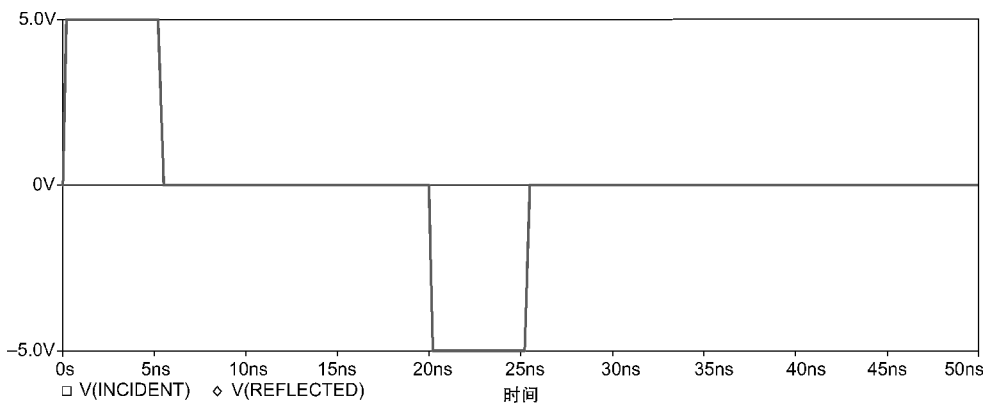
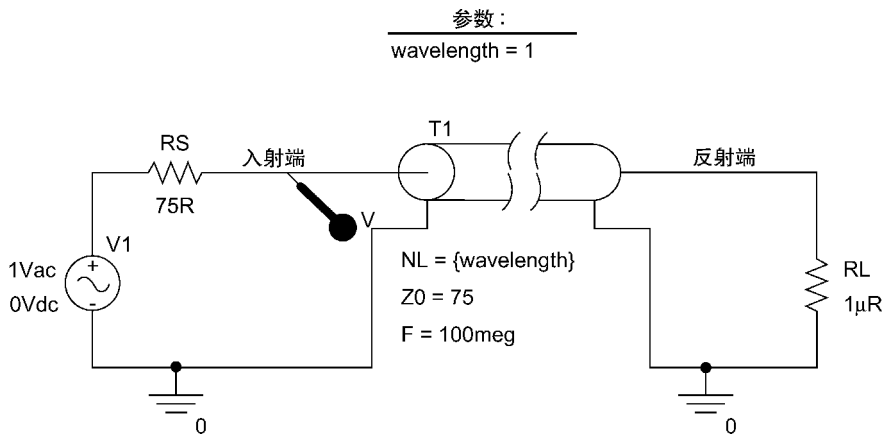

图 17.13 传输线短路时的电压波形
图 17.19 负载短路时的驻波电路
传输线的动态波形如图 17.13 所示。当负载短路时，负载电压为 0V，入射电压波形将进行 180°反相。
如图 17.19 所示为负载短路时的无损传输线电路。在图 17.13 中，入射电压
6. 与图 17.19 电路中的参数一致,按照步骤 5 方法继续对电路各元器件的参数值及其显示进行设置,频率 F 设置为 100megHz,特征阻抗 Z0 设置为 75R,设置完成后关闭属性编辑器。
9. 设置完成后电路原理图如图 17.19 所示。